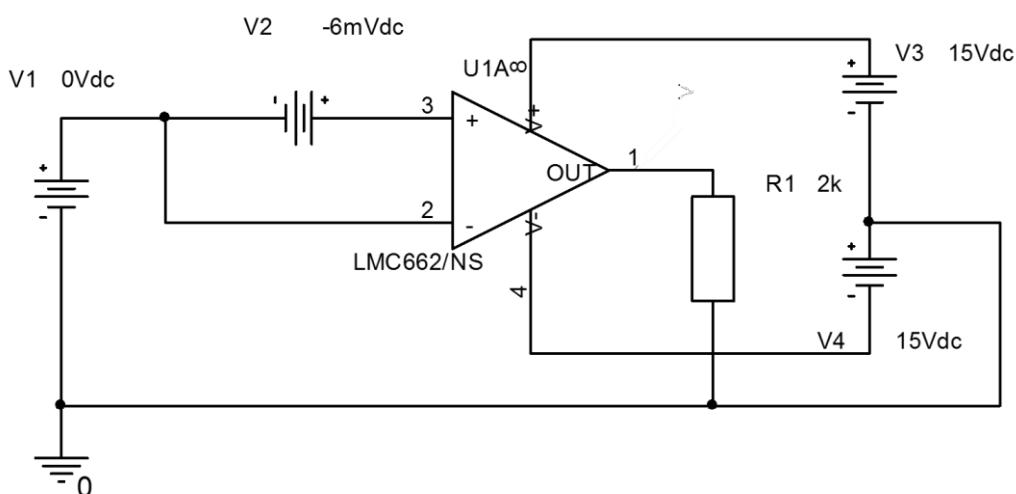

Рисунок 12 – Схема исследования статических характеристик ОУ
2. Создать проект OrCAD и построить схему исследования ОУ в соответствии с рис.12.